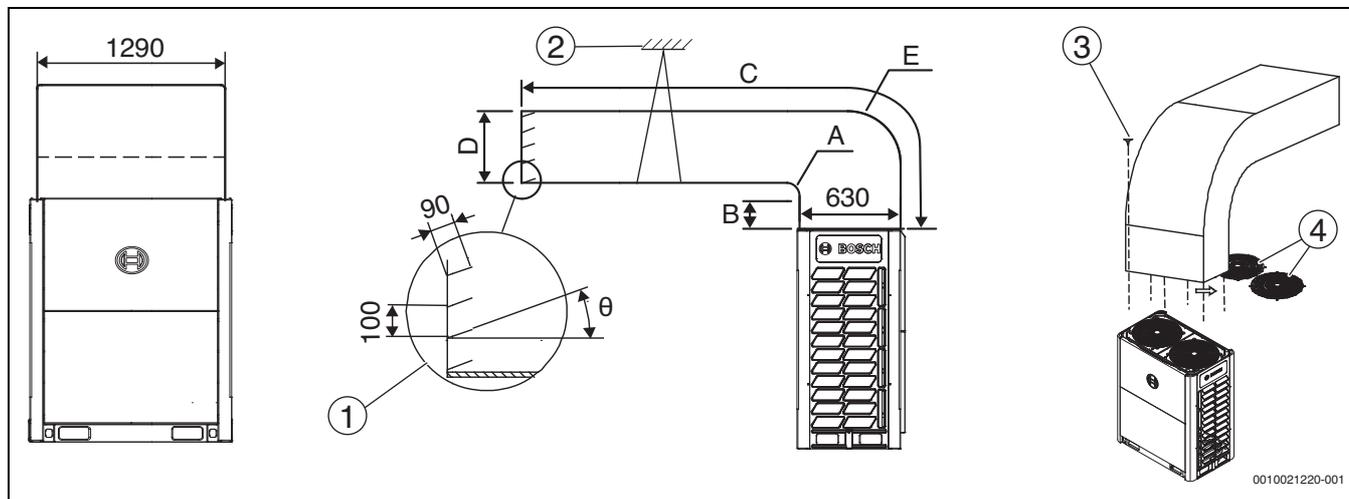

Рис. 67 Опция А: Поперечный воздуховод (ед. мм)
**Обозначения на рис. 67и 68:**
Таб. 44 Размеры на рис. 67
Таб. 45 Внешнее статическое давление на рис. 67и 68